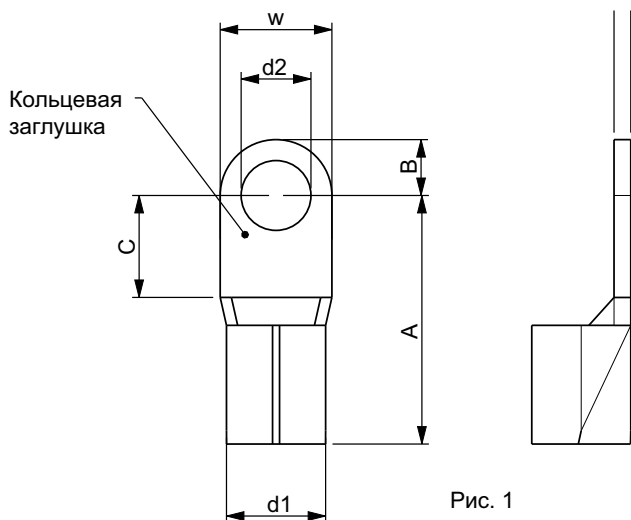

Рис. 1
- Для подключения клеммы главной цепи должен использоваться кольцевой наконечник. Технические характеристики кольцевого наконечника см. на **рис. 1**.